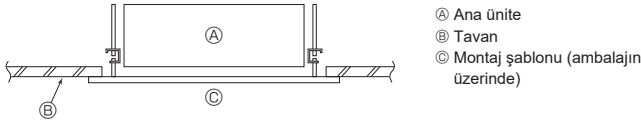

Fig. 3-8
3.7. Ana Ünitenin Konumunun Doğrulması ve Askı Civatalarının Sıkılması (Fig. 3-8)